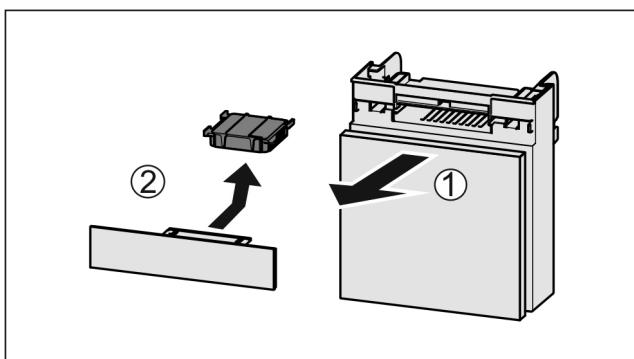

Fig. 102
- Издърпайте Fig. 102 (1) напред от отделението.
- Извадете Fig. 102 (2) филтъра с активен въглен.